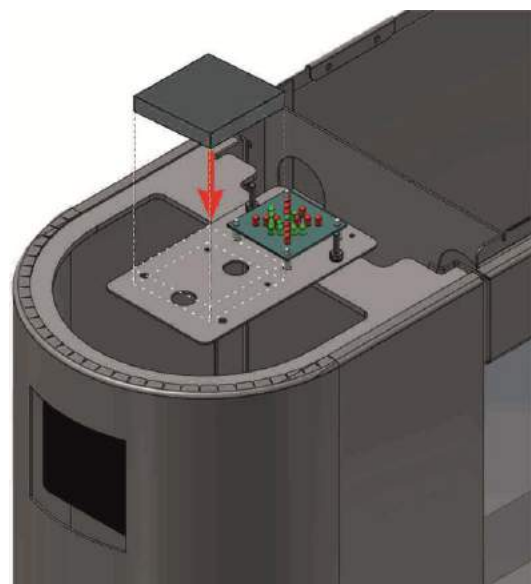

Рисунок 16– Место установка считывателя
**В турникетах GALAXY считыватели устанавливаются на специальный, регулируемый по высоте кронштейн, который расположен под верхней крышкой 2 рядом с световым табло индикации 8 (Рис.16).*